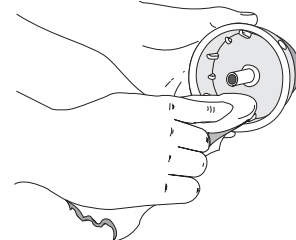

Fig. 32
1. Sostenga la bobina exterior con una mano y desenrosque el botón de tope en sentido antihorario (Fig. 32). Inspeccione el perno de adentro del botón de tope para verificar que se mueva con libertad. Cambie el botón de tope si está dañado.
4. Use un paño limpio para limpiar el carrete interior, el resorte, el eje y la bobina exterior (Fig. 32).